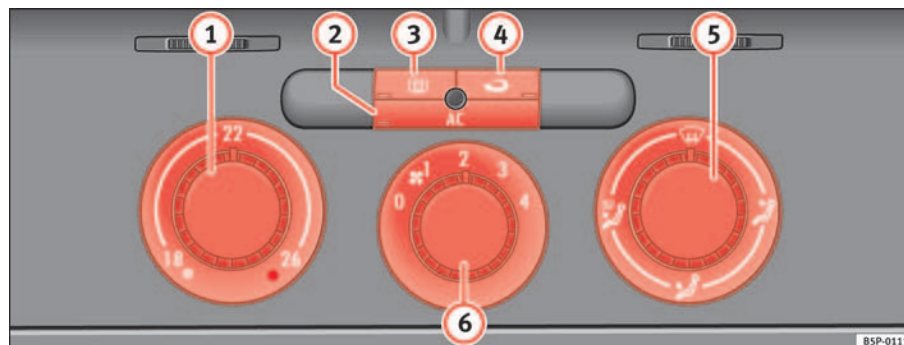

Fig. 124 Sulla plancia portastrumenti: i comandi del Climatic
- Le manopole ⇒ fig. 124 ① e ⑤ e la manopola ⑥ servono rispettivamente a impostare la temperatura desiderata, a indirizzare il flusso d'aria e a selezionare il livello di potenza della ventola.
- Per attivare o disattivare una funzione bisogna premere il tasto corrispondente ②, ③ o ④. Quando la funzione è attiva, la spia situata nell'angolo in basso del tasto si illumina.
- ① Manopola di regolazione della temperatura ⇒ pag. 156
- ② Tasto **AC** - Accensione e spegnimento del climatizzatore ⇒ pag. 156
- ③ Tasto - Lunotto termico. Questa funzione si spegne automaticamente dopo circa 20 minuti. Se si desidera spegnerlo prima bisogna premere il tasto relativo.
- ④ Tasto - Funzione di ricircolo ⇒ pag. 158
- ⑤ Manopola di regolazione della ripartizione del flusso d'aria ⇒ pag. 156
- ⑥ Comando del ventilatore. Il volume del flusso d'aria è regolabile su quattro livelli. Quando si viaggia a basse velocità, si consiglia di tenere sempre acceso il ventilatore al livello più basso. ►
- Accendere il climatizzatore con il tasto $\Rightarrow$ pag. 155, fig. 124 .